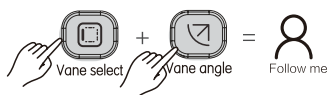

Рисунок 3.16
1) Когда блок находится в режиме охлаждения или нагрева, нажмите  и  одновременно, чтобы запустить функцию Follow Me. На экране отобразится значок  (см. Рис. 3.16);